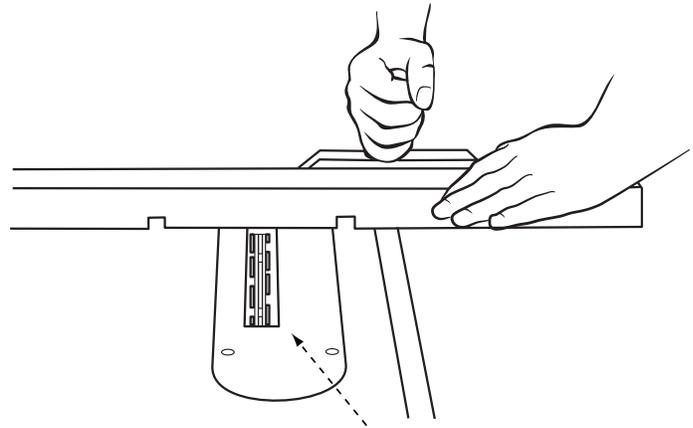

FIGURA 31
- Debe usarse una placa inserto para corte de dados como la mostrada en la figura 31, en lugar de la habitual. Asegúrese de enrasar la placa inserto con la mesa antes de proceder.